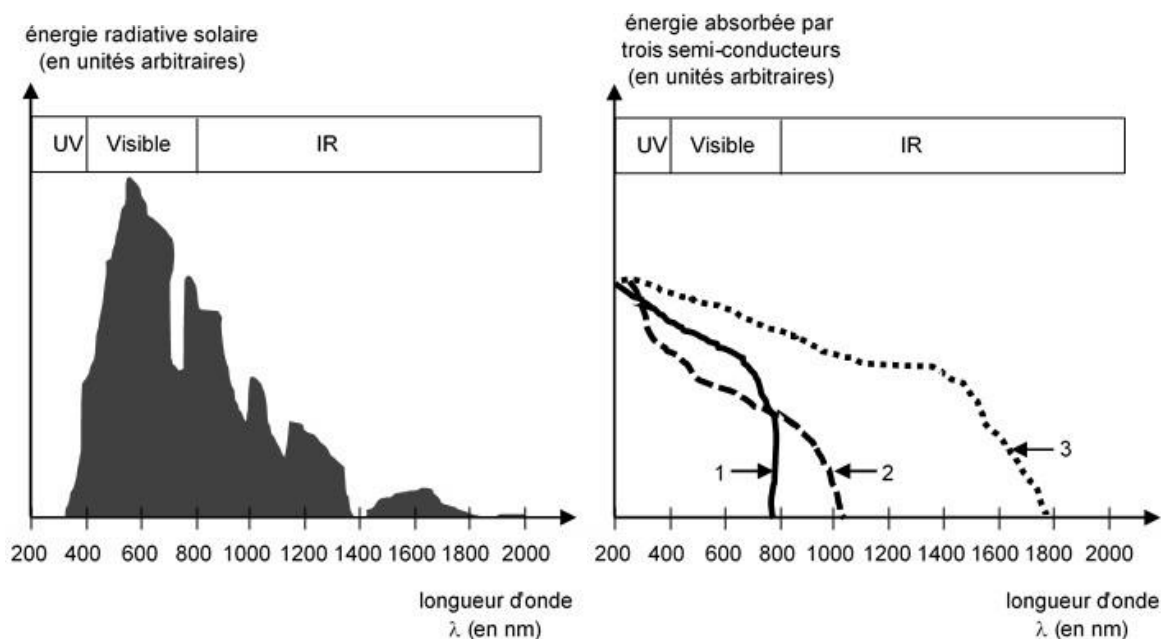

Figure 1 – Spectre d'émission du Soleil et spectres d'absorption de trois semi-conducteurs
- 1- Indiquer, en justifiant votre choix, le numéro du semi-conducteur (1, 2 ou 3 de la figure 1) le plus adapté pour équiper un capteur photovoltaïque.